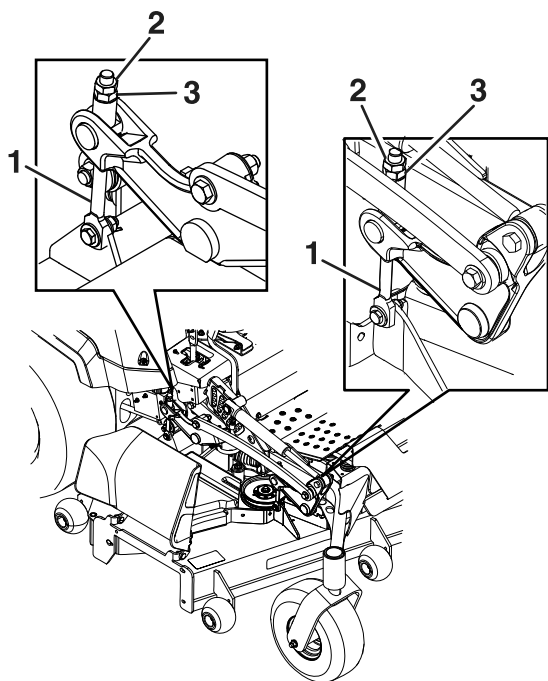

Figure 76
9. Ajustez précisément le serrage de l'écrou de réglage sur l'ensemble de levage du tablier avant (Figure 76).